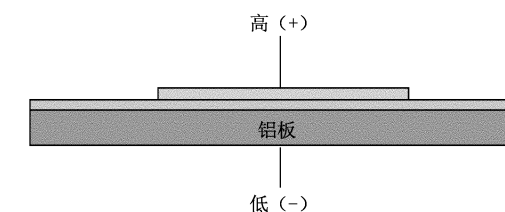

图 B.3 单面铝基覆铜板测试连线图
B.4.2.4 单面铝基覆铜板,铜箔面接高压端电极,铝板面接低压端电极,如图 B.3 所示。